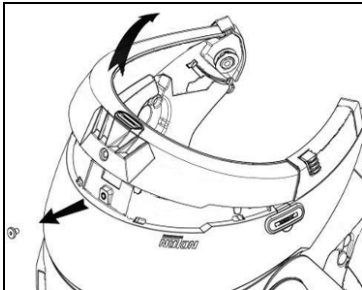

Fig. 1
- Verwijder de schroef van de randpakking met behulp van de daarvoor bestemde sleutel (Fig. 1).
- Verwijder de volledige randpakking zoals wordt aangeduid in Fig. 1, en dus ook de comfortbekleding.